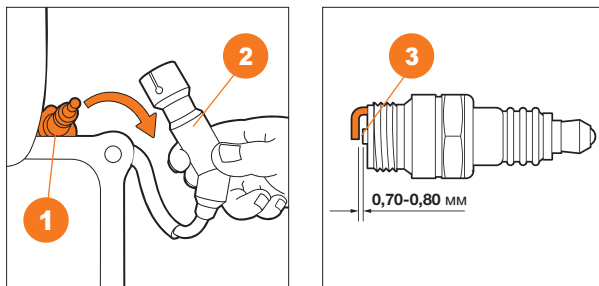

Рис. 5
1. Снимите высоковольтный колпачок **2** свечи зажигания **1** (Рис. 5).